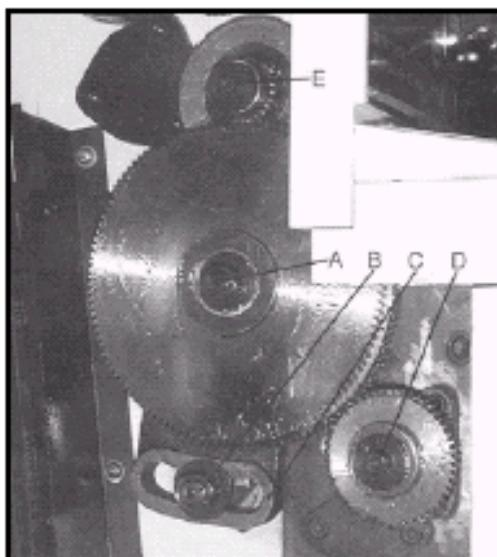

Рис. 17
Ослабьте винты (A, B, рис.17) и гайку (C), чтобы откинуть гитару.